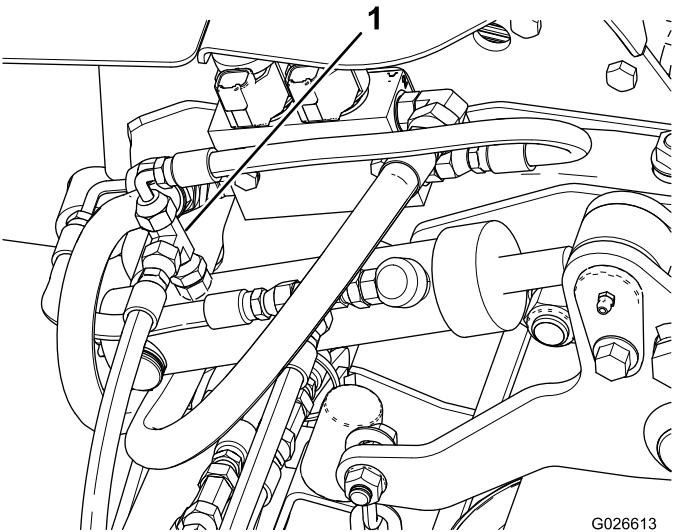

Bild 12
3. Montieren Sie das T-Anschlussstück so, wie in **Bild 12** abgebildet.
4. Befestigen Sie den vorhandenen Schlauch oben am T-Anschlussstück (**Bild 12**).